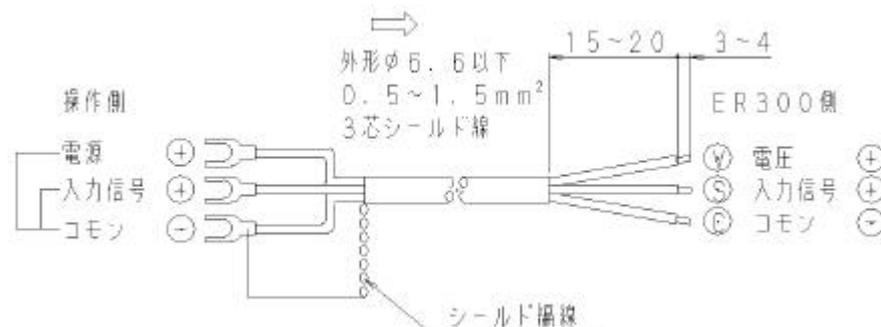
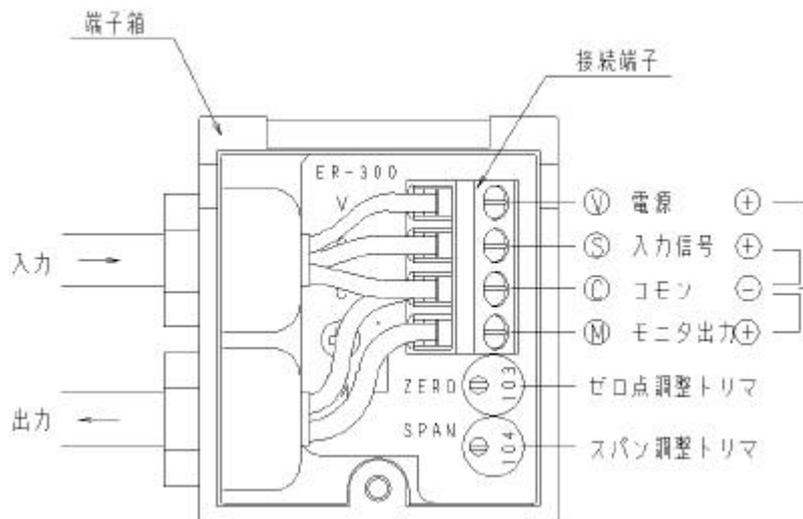
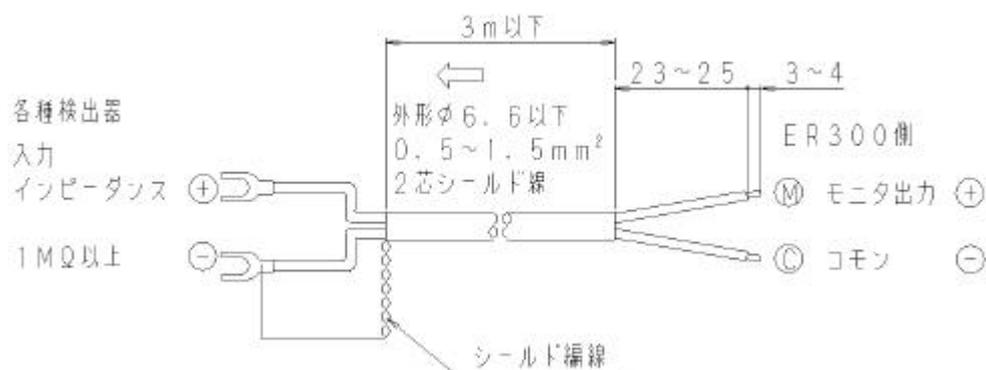

図4．3線式入力線
図5．電圧入力（3線式）結線図
図8．モニタ出力線
入力信号が0VDC～10VDCまたは0VDC～5VDCの電圧で制御する機種には電源線を含め、外形φ6、0.5mm²～1.5mm²の3芯シールド線を使用します。また、ノイズによる誤動作を避けるためにシールド編線は操作側で必ずグランド(コモン)に接続して下さい。(図4)特にノイズ条件の悪い環境で使用する場合はラインフィルタおよびサージキラーを使用して電源ノイズを除去してください。
端子台への接続は図4に示すようにリード線の先端の被覆をストリッパ等で剥いて芯線を露出させ、図5に示すように各端子に誤りのないように接続して下さい。
- ・結線は、図8に示すように外形φ6、 $0.5\text{ mm}^2 \sim 1.5\text{ mm}^2$ の2芯シールド線を使用して図5に示すように接続端子に結線します。